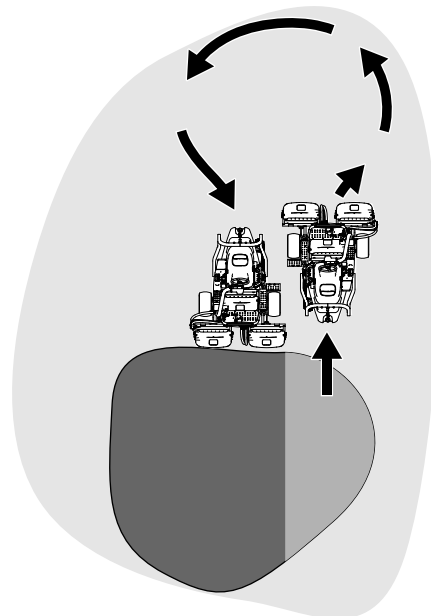

図 22
6. Uターンするとき、一旦反対側にハンドルを切ってから旋回すると、楽に、しかも効率良く回ることができて次の列そろえが楽になります。反対側に軽く振ってから旋回すると雨だれ形の旋回 **図 22** になって、スムーズに次の列に入ることができます。